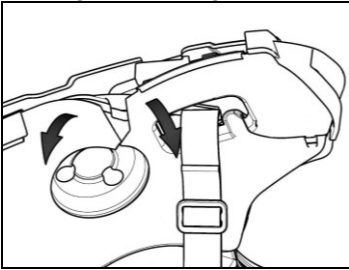

Abb. 11
- Entfernen Sie den Plastiküberzug (Abb. 11).